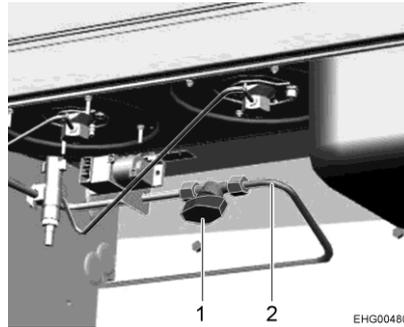

Fig. 28 Rubinetto di arresto del gas
Nel veicolo, il fornello a gas è dotato di un rubinetto di arresto del gas (Fig. 28,1). Il rubinetto di arresto del gas si trova sotto il fornello a gas.
- Apertura:** ■ Posizionare il rubinetto di arresto del gas parallelamente alla condotta del gas (Fig. 28,2).